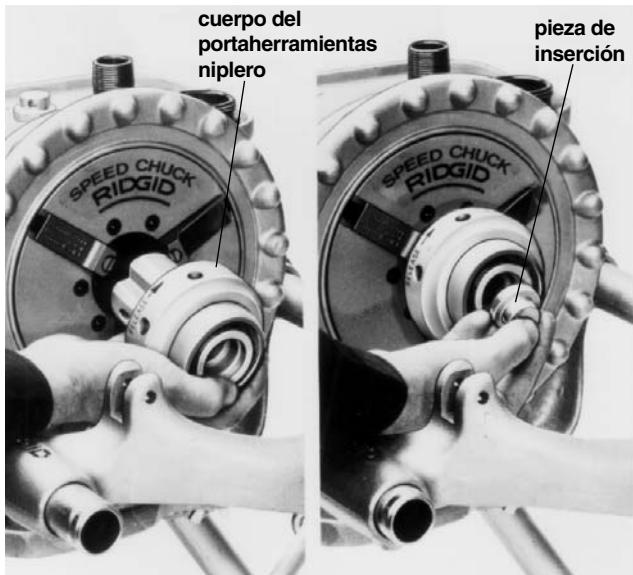

Figura 23 – Instalación del cuerpo del Portaherramientas Niplero y de la Inserción
3. Coloque el cuerpo del portaherramientas niplero (*Figura 23*) en el mandril del Accionamiento Autopropulsado y agárrelo con las muescas de la mordaza. Apriete el mandril con una vuelta rápida del volante.
4. Para los tubos de $\frac{1}{8}$ y $\frac{3}{4}$ pulgada (*Figura 23*), coloque la pieza de inserción con su extremo pequeño hacia el cuerpo del mandril; para tubos de 1 pulgada, su extremo grande hacia el cuerpo del mandril; para tubos de $1\frac{1}{4}$ pulgada y mayores, no se emplea pieza de inserción.